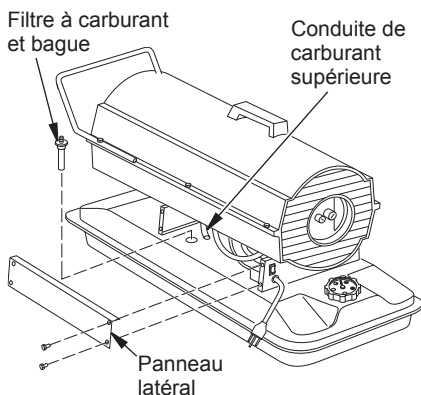

Figure 19 - Retrait du filtre à carburant Modèles 40/55/70
- Dégagez la conduite de carburant supérieure du collet du filtre à carburant (voir figure 19 ou 20).
3. Retirez les 4 vis du panneau latéral avec un tourne-écrou de 5/16 po. Retirez le panneau latéral (voir figure 19 ou 20, page 11).
12. Remettez le panneau latéral en place (voir figure 19 ou 20, page 11).
2. Retirez les vis du panneau latéral à l'aide d'un tourne-écrou de 5/16 po (voir figure 19 ou 20, page 11).